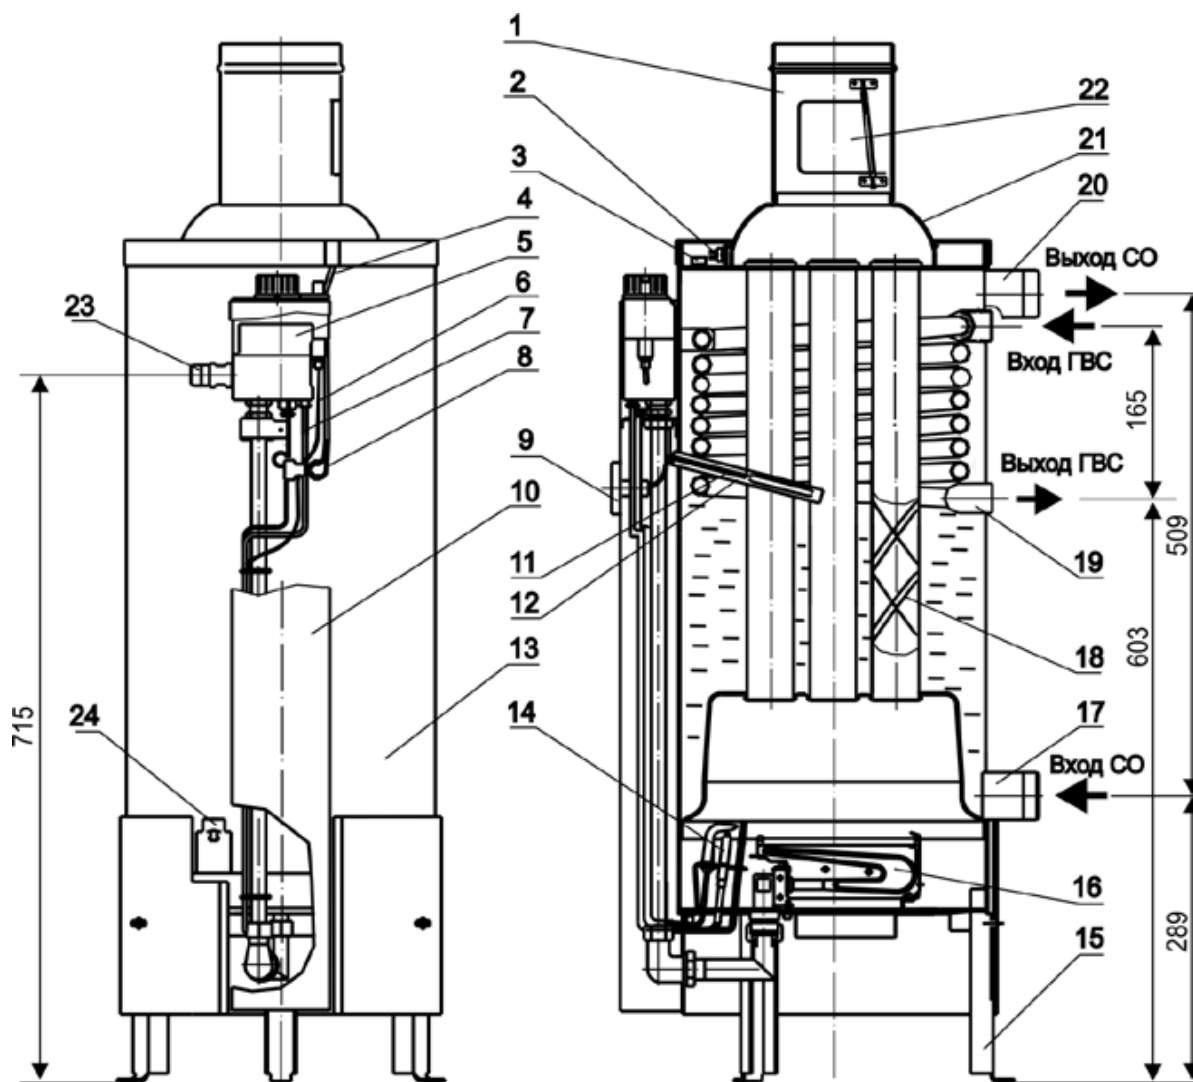

Рис. 1 Аппарат комбинированный (отопительный) газовый бытовой Комфорт
4.2. Блок автоматики 5 (Рис.1) 630 EUROSIT (Италия) представляет собой электромеханическое устройство и служит для подачи газа к запальнику и горелке, пьезорозжига, регулирования температуры воды и автоматического отключения подачи газа при:
4.3. Тягопрерыватель 1 (Рис.1) предназначен для автоматической стабилизации величины разрежения в топке аппарата, т.е. уменьшения влияния колебания величины разрежения в дымоходе на тягу в топке аппарата. Для успешной работы дверца тягопрерывателя 22 (Рис.1) должна легко вращаться на оси.
4.5. Автоматика по тяге и перегреву состоит из датчика тяги 2 (Рис.1) (терморегулятор ТК-24), установленного на крышке бака, защитного термостата 3 (Рис.1) и проводов 4 (Рис.1), соединяющих датчик тяги и защитный термостат с блоком автоматики 5 (Рис.1).
Защитный термостат 3 (Рис.1) обеспечивает аварийное отключение подачи газа при нагреве воды в баке до температуры $93^{\circ}\text{C} \div 100^{\circ}\text{C}$. После остывания воды в баке до температуры $60^{\circ}\text{C} \div 70^{\circ}\text{C}$ защитный термостат автоматически включается и аппарат готов к новому включению.
5.9. Во избежание самопроизвольного срабатывания датчика тяги кожух 21 (Рис.1) не должен касаться кронштейна датчика тяги.
6.8. Установите аппарат вертикально, и проверьте вертикаль по уровню. Установите зеркало 24 (Рис.1) в нижней части бака.
6.9. Установите на аппарат тягопрерыватель 1 (Рис.1), обеспечив его строго вертикальное положение. Конец дверцы тягопрерывателя 22 (Рис.1) не должен выступать наружу и должен отклоняться от номинального положения внутри тягопрерывателя не более чем на 1 - 2 мм. Дверца тягопрерывателя должна легко вращаться на оси.
Кожух 21 (Рис.1) не должен касаться кронштейна датчика тяги 2 (Рис.1).